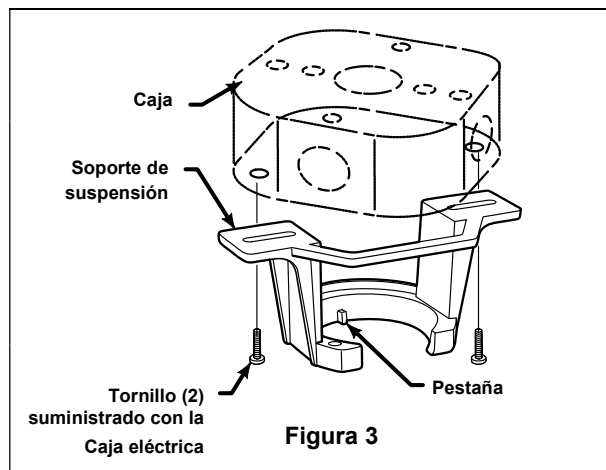

Figura 3
- Fije el soporte de suspensión a la caja eléctrica utilizando los tornillos que se suministran con esta. (Figura 3)